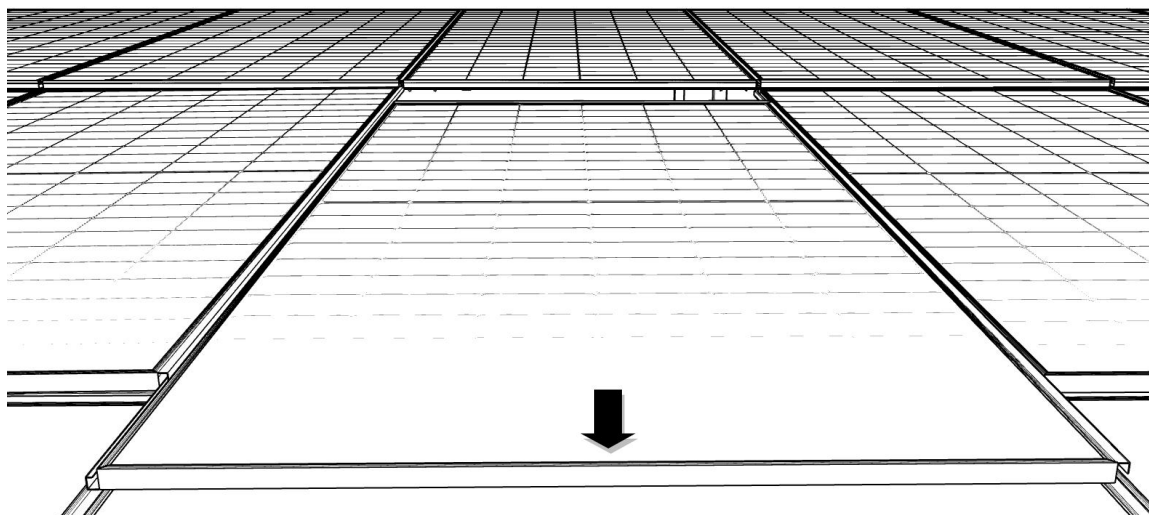

Figura 37
4. Mova o produto alvo ligeiramente para baixo para separá-lo da estrutura inferior do produto superior.(Figura 37)